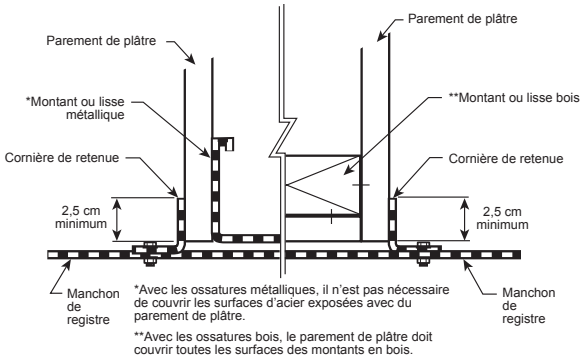

Figure 3
- b. Fixer les plaques de parement de plâtre tous les 30,5 cm (12 po) sur tous les montants et lisses qui entourent l'ouverture. Voir la Figure 3.